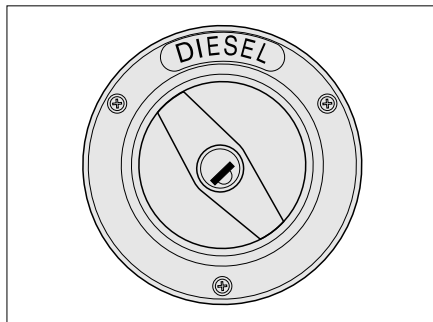

Bild 29 Verschlussdeckel für Kraftstoff-Einfüllstutzen
- Schlüssel in Schließzylinder (Bild 29,1) stecken und entgegen dem Uhrzeigersinn drehen.